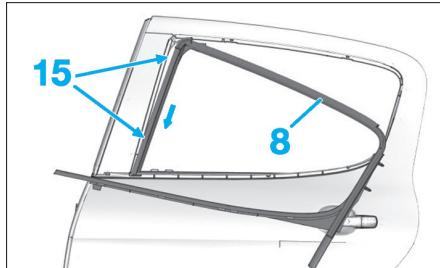

Fig. 123
- le joint lécheur extérieur (8) en (15) (Fig.123).